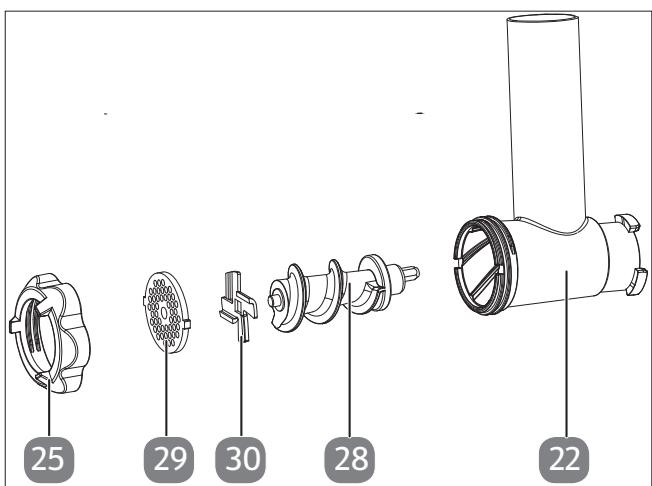

Fig. 17 – Accesories para picar
1. Coloque la cuchilla en cruz en el transportador sinfín con el borde afilado hacia el exterior en dirección al eje y, a continuación, coloque el disco de cuchilla perforado según la secuencia indicada (véase Fig. 17).